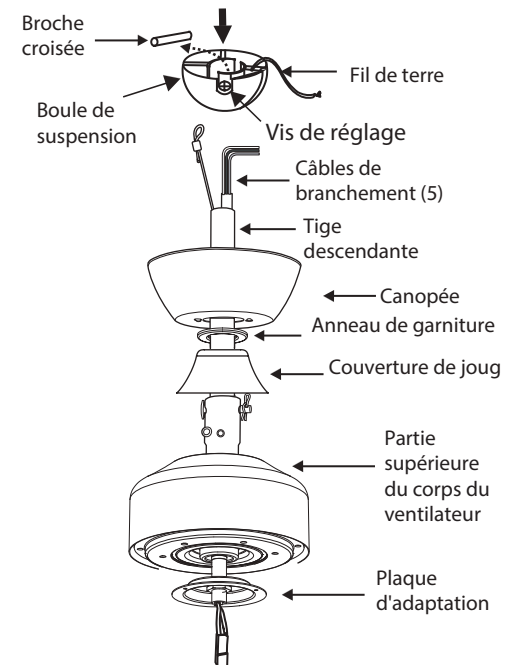

Fig. 3
- 6 Glissez le couvercle de joug, la bague de garniture et la verrière sur la tige de descente. (Fig. 3)
- 8 Faites passer les fils dans les trous du capuchon anti-humidité à bille en caoutchouc et faites glisser le capuchon sur le dessus de la bille. (Fig. 3) Soulevez la bille / tige descendante / ventilateur dans l'ouverture du support de suspension.
- 8 Un flux d'air VERS LE BAS crée un effet de refroidissement comme illustré à la Figure 3. Cela vous permet de régler votre climatiseur sur un réglage plus chaud sans affectant votre confort.